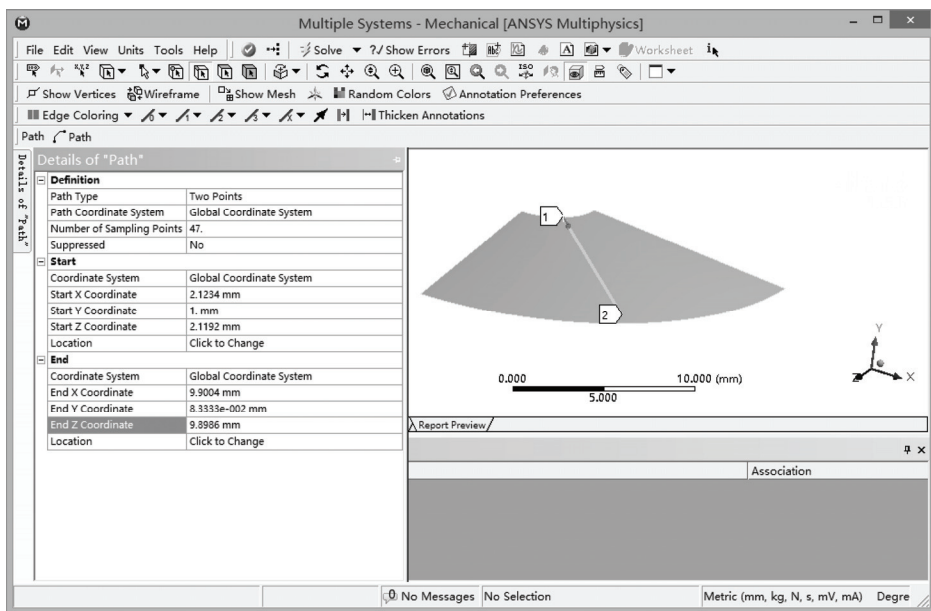

图 7-37 添加路径 2
3) 选择 Path 对象，在其细节窗口中进行设置，如图 7-37 所示，图中还显示了设置得到的路径。